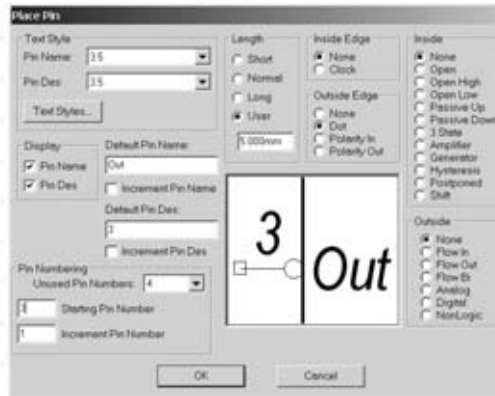
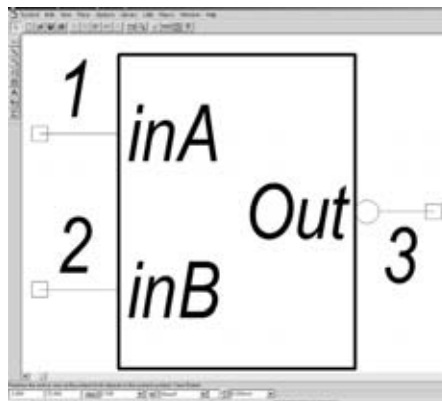

Рис.2.2.14
Рис.2.2.15
- Сформировать выходной вывод. Для этого необходимо щелкнуть ЛК. Откроется диалоговое окно Place Pin. В области Outside Edge выбрать значение Dot, а в остальных областях оставить None. В поле Default Pin Name ввести имя вывода – Out. В поле Default Pin Des ввести номер вывода 3. Нажать на кнопку ОК (рис.2.2.14). Поставить курсор в точку с координатами (22, 15), нажать ЛК и, удерживая ее, дважды нажать на клавишу буквы R для разворота вывода на 180° (или один раз клавишу буквы F). Отпустить ЛК. Щелкнуть ПК. Полученный результат представлен на рис.2.2.15.